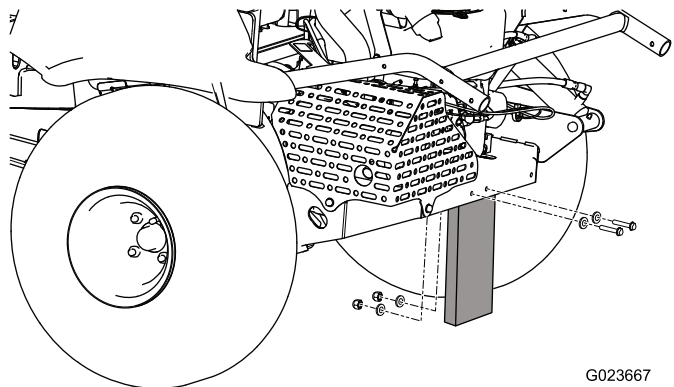

Figure 3
2. Retirez les écrous, les boulons et les rondelles qui fixent la plaque d'expédition à l'arrière de la machine (Figure 3).